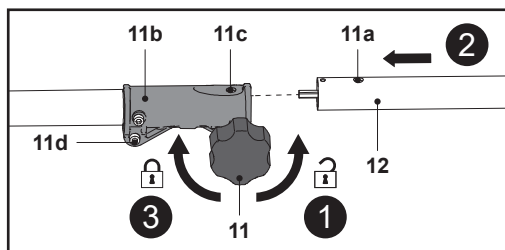

Fig. 1
1. Slăbește butonul de blocare (11) în sens antiorar (Fig. 1, pasul 1).
2. Aliniaza tija inferioară (12) cu manșonul de blocare (11b) și introdu-o (Fig. 1, pasul 2). Ai grijă ca piciorușul (11a) să se potrivească cu orificiul (11c).
4. Fixează conexiunile cu butonul de blocare (11) (Fig. 1, pasul 3).